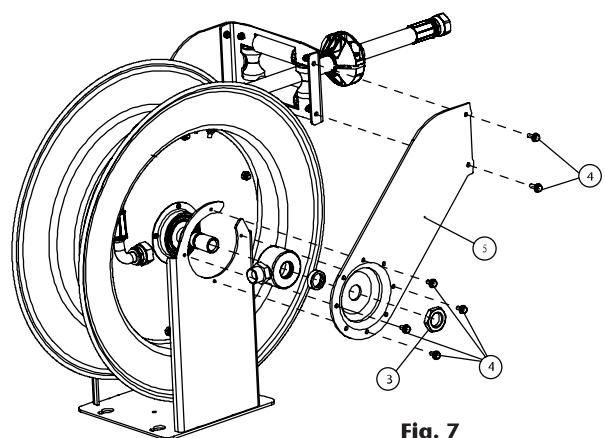
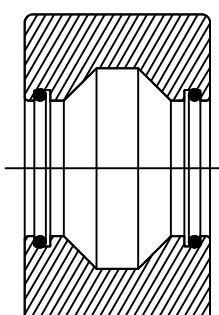

Fig. 7
Fig. 8
1. Disconnect the hoses of the inlet shaft (1) and the swivel joint (2) (fig. 7).
2. Loosen the set screw in the nut (3) and remove said nut.
3. Remove the screws (4) and the arm (5).
4. Remove the swivel and replace it with a new one, or replace the seals. Make sure the seals are placed correctly (fig. 8).
1. Desconecte las mangueras en la acometida (1) y en la rótula (2) (fig. 7).
2. Afloje el prisionero de la tuerca (3) y desenrosque dicha tuerca.
3. Desenrosque los tornillos (4) y retire el brazo (5).
4. Retire el cuerpo de rótula y sustituya las juntas en la posición correcta (fig. 8).
1. Déconnecter le flexible de l'axe central (1) et de la rotule (2) (fig. 7).
2. Desserrer l'écrou prisonnier (3) et le retirer.
3. Dévisser les vis (4) et retirer le bras (5).
4. Retirer la rotule et la remplacer par une nouvelle ou remplacer les joints en s'assurant qu'ils sont en position correcte (fig. 8).
1. Lösen Sie die Schlauchverbindungen am Schlaucheingang (1) und am Drehgelenk (2) (Abb. 7).
2. Lösen Sie die Stellschraube an der Mutter (3) und schrauben Sie die Mutter ab.
3. Entfernen Sie die Schrauben (4) und den Arm (5).
4. Ziehen Sie das Drehgelenk ab und ersetzen Sie es durch ein neues oder tauschen Sie die Dichtungen aus. Stellen Sie dabei sicher, dass diese an der richtigen Stelle angebracht werden (Abb. 8).